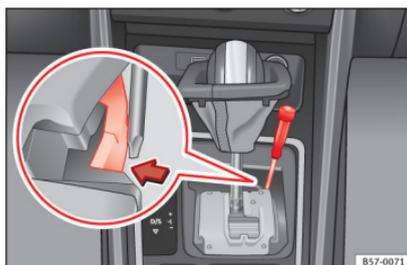

Abb. 53 Wählhebel: Notentriegeln aus der Parkstellung
- Drücken Sie seitlich mit Hilfe des Schraubendrehers auf die gelbe Entriegelungstaste und halten Sie sie gedrückt  **Abb. 53**.